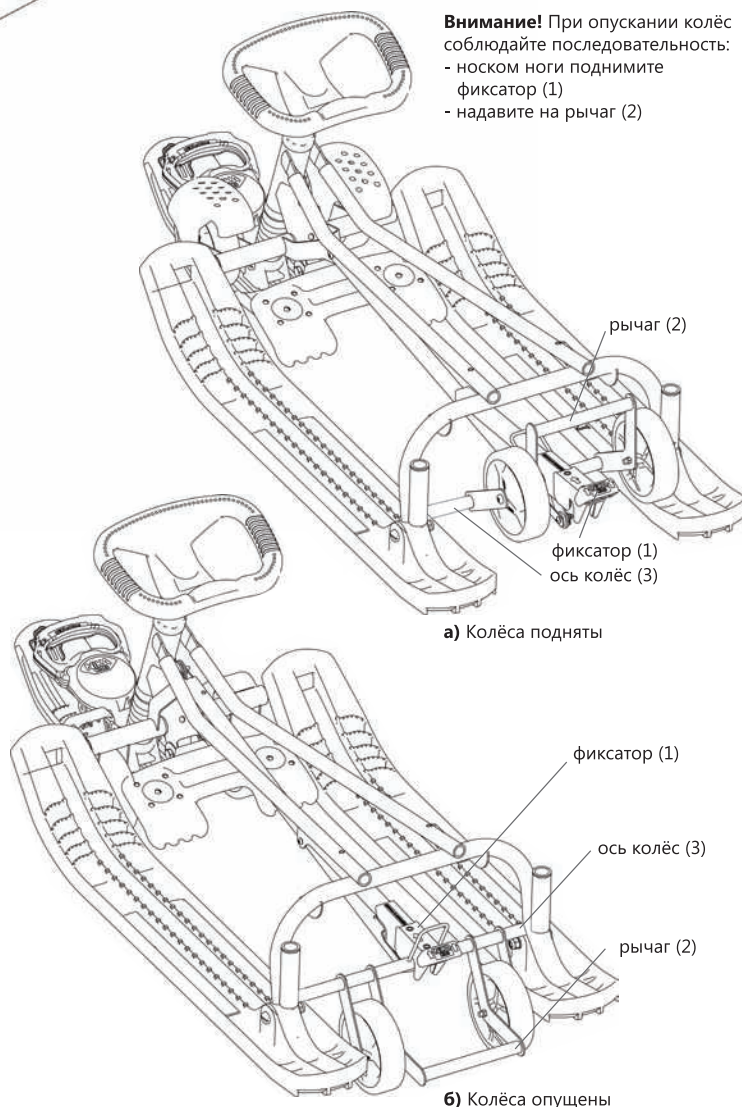

рис. 2 Механизм выдвижных колёс
4.6.1. Для перемещения по твёрдому покрытию необходимо опустить колёса, закреплённые на каркасе. Для этого носком ноги поднять фиксатор (1) (рис. 2, а), колёса опустятся, затем нажатием на рычаг (2) довести колёса до фиксированного положения. Паз на фиксаторе при этом должен зацепиться за ось колёс (3).
- ногой поднять фиксатор (1), снегокат опустится (рис. 2, б);
- носком ноги поднять рычаг (2) до фиксированного положения. При этом фиксатор должен зацепиться за ось колёс (3).